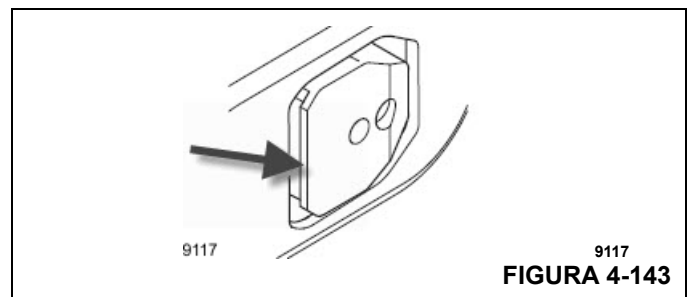

FIGURA 4-143
- Suponiendo que se requiere que la sección de pluma esté bloqueada, es importante saber que hay algunas fases del movimiento automatizado para bloquear la sección de pluma. En particular, la Figura 4-143 muestra que existe "reborde" en los pasadores de la sección de pluma (indicados por la flecha en la figura). La primera fase para el bloqueo de la sección de pluma es liberar/extender los pasadores en el agujero/recorte en la sección de pluma incluida. Si esto se logra exitosamente, hay una segunda fase de movimiento automatizado para colocar la sección de pluma en la superficie nivelada apropiada de los pasadores que está próxima al reborde. En una fase final, se confirma que el pasador está enganchado y la sección de pluma bloqueada por el sistema de control comanda al cilindro telescópico para que se retraiga y luego revisa que no haya movimiento de pluma. Si no hay movimiento, se confirma que está bloqueada.
se muestra en la Figura 4-143, hay un reborde en los pasadores de la sección de pluma. Por lo tanto, la primera fase del movimiento automatizado es elevar la sección de pluma para tener una holgura en este reborde. Después de completar la elevación, se retraen los pasadores. Ahora puede retraerse la sección de pluma.